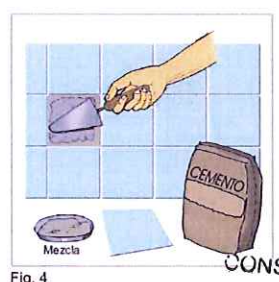

Fig. 4
4. Prepare en un recipiente una mezcla de cemento con un poco de agua, con una consistencia no tan aguada, aplicándolo luego en una capa uniforme sobre la pared o piso y también sobre el dorso de la mayólica, dejando libre 1 ó 2 cm. del borde del contorno (Fig. 4).